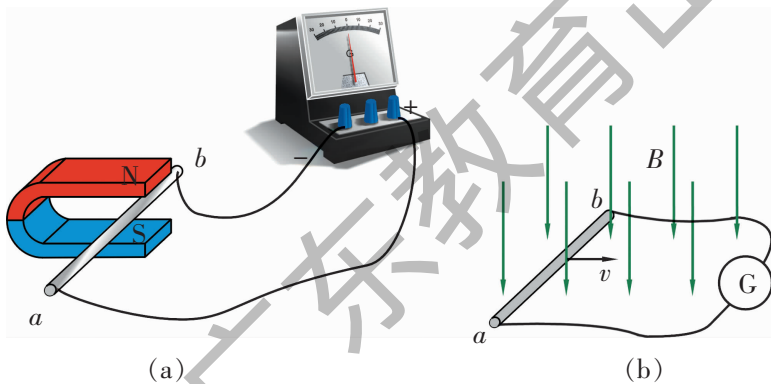

图 1-2-1 利用蹄形磁铁的探究实验
如图 1-2-1 (a) 所示，将导体  $ab$  和电流表连接组成闭合电路。
(1) 当导体  $ab$  在磁场中做切割磁感线运动时，观察电流表的指针是否偏转。
(2) 当导体  $ab$  在磁场中做与磁感线平行的运动时，观察电流表的指针是否偏转。
(3) 借助图 1-2-1 (b)，分析当导体  $ab$  在磁场中做切割磁感线运动时，穿过由导体  $ab$  和电流表组成的闭合电路的磁通量变化情况。